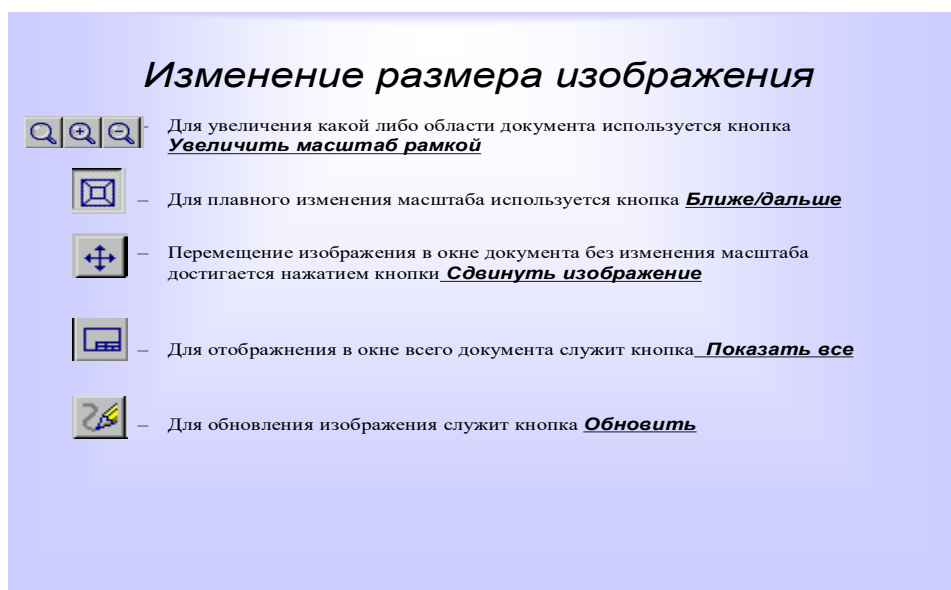

Рис.9 Изменение размера изображения
- Кнопки изменения размера изображения (Рис.9)